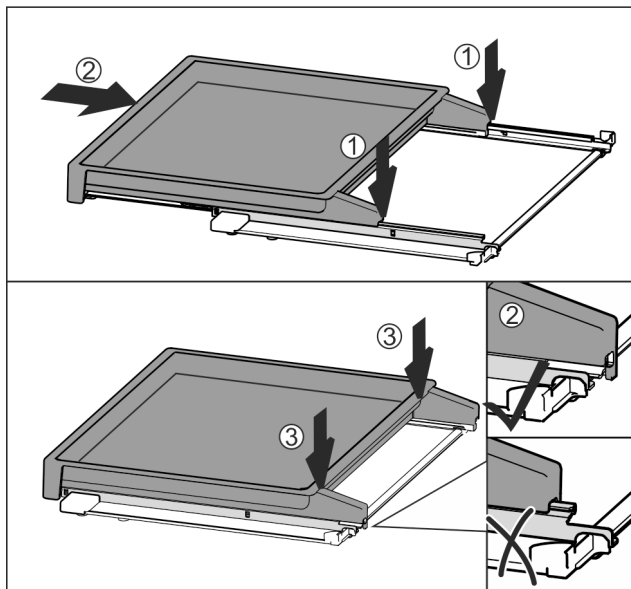

Fig. 113
- ▶ Установить по центру на направляющие Fig. 113 (1).
- ▶ Вставить вытяжную панель полностью Fig. 113 (2).
- ▶ Нажимать на задней стороне до тех пор, пока не будет слышна фиксация Fig. 113 (3).